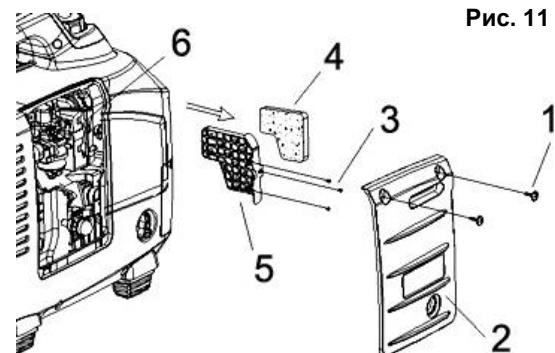

Рис. 11
- Снимите боковую крышку (2), открутив два винта (1)(См. Рис.11).
- Открутите винты крепления картриджа фильтра (3). Выньте картридж (5) из посадочного места (6)(См. Рис.11).
- Выньте губчатый фильтрующий элемент (4)(См. Рис.11), промойте его в теплой воде с мылом, хорошо высушите. Замените новым при необходимости.